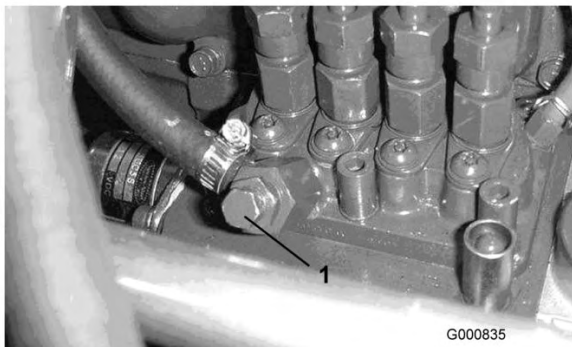

Figura 37
5. Aprite la vite di spurgo dell'aria, situata sulla pompa di iniezione del carburante (Figura 37).